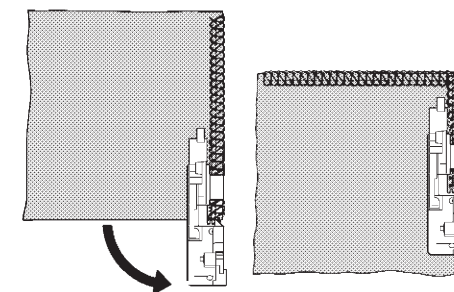

Fig. 1
3. Drehen Sie den Stoff, lassen Sie den Nähfuß wieder herunter, und nähen Sie in der neuen Richtung weiter (Fig. 1).
3. Turn the fabric, lower the presser foot and begin stitching in the new direction. Fig. 1.
Siehe Abbildung 1.
1. Place a "filler" cord, such as a crochet cotton, gimp, wool, knitting yarn, or shirring elastic at the rear of the machine spool pin. Pass the cord through the cord guides (1) and (2) and then through the left needle thread guide (3). See Fig. 1.